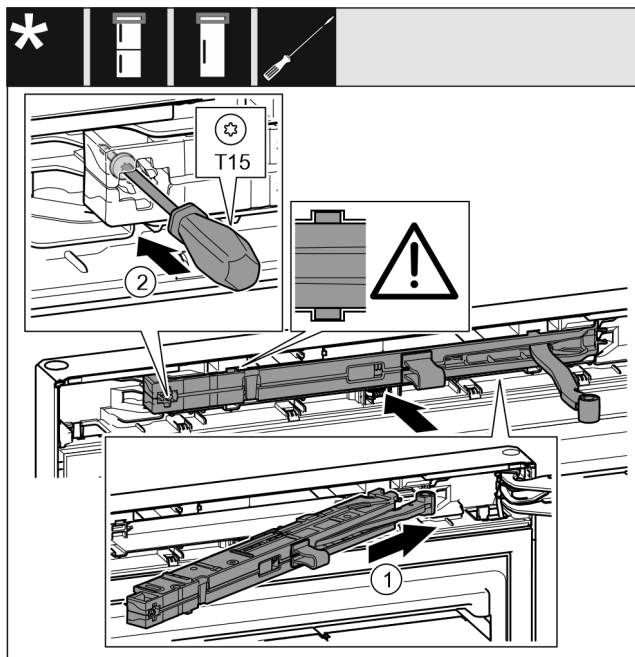

Fig. 20
- ▶ Enoto blažilnikov za zapiranje vrat na strani ležajnega podstavka potisnite v odprtino do prislona. *Fig. 20 (1)*
- ▶ Trdno privijte vijak z izvijačem T15. *Fig. 20 (2)*